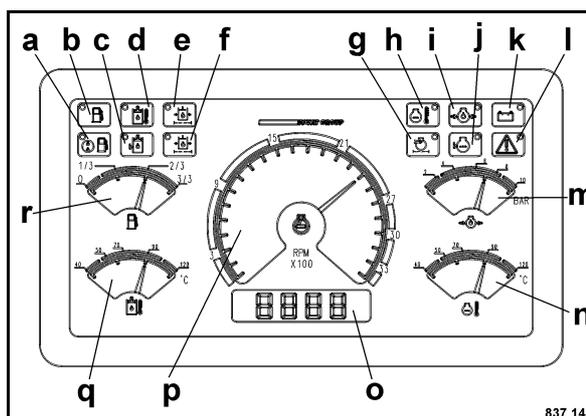

Fig. 145
- Inserire l'accensione e controllare il livello del carburante sull'indicatore carburante (Fig. 145).